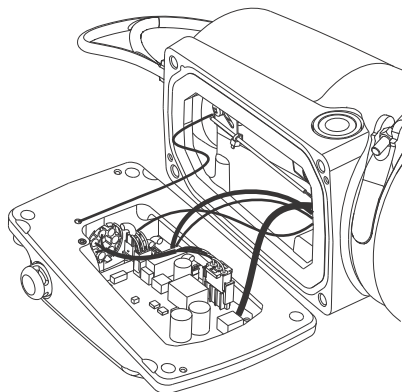

Рис. 16 Правильное открытие электронного блока
2. Установите насос так, чтобы датчик контроля уровня был направлен вверх. См. рис. 16.